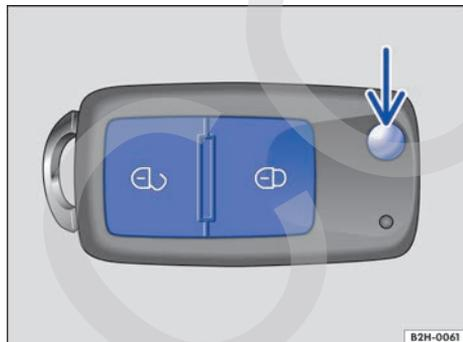

Fig. 18 Teclas en la llave del vehículo y botón para desplegar la espada de la llave.
- Pulse la tecla  → fig. 18. Manténgala pulsada para la apertura de confort.
- Pulse la tecla  → fig. 18. Manténgala pulsada para el cierre de confort.